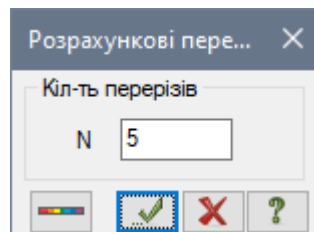

Рис. 19.16. Діалогове вікно **Розрахункові перерізи**
- У діалоговому вікні **Розрахункові перерізи** (рис. 19.16) задайте кількість розрахункових перерізів **N = 5**.